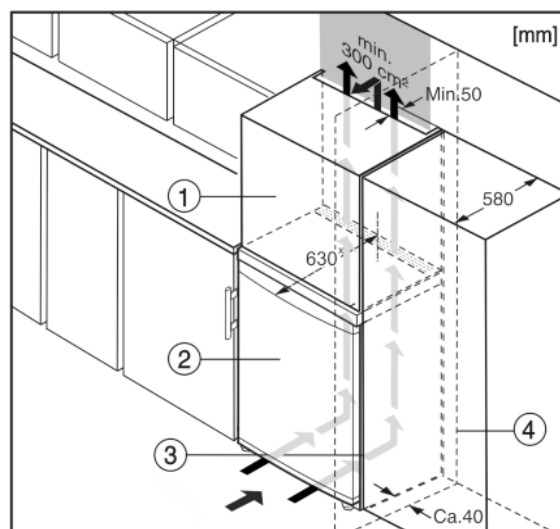

Fig. 5
L'apparecchio può essere incassato nell'arredamento per la cucina. Per adattare l'apparecchio Fig. 5 (2) all'altezza della cucina componibile, è possibile applicare sopra l'apparecchio un adeguato mobile da appoggio Fig. 5 (1).
Se la cucina possiede armarios (profundidad máx. 580 mm), el aparato se puede colocar directamente junto al armario de cocina Fig. 5 (3). El aparato sobresale 34 mm\* por los lados y 50 mm\* en el centro del aparato respecto al frente del armario de cocina.
Se l'apparecchio con cerniere viene installato accanto ad una parete Fig. 5 (4), la distanza minima fra l'apparecchio e la parete deve essere almeno di 40 mm, che corrisponde alla sporgenza della maniglia con la porta aperta.